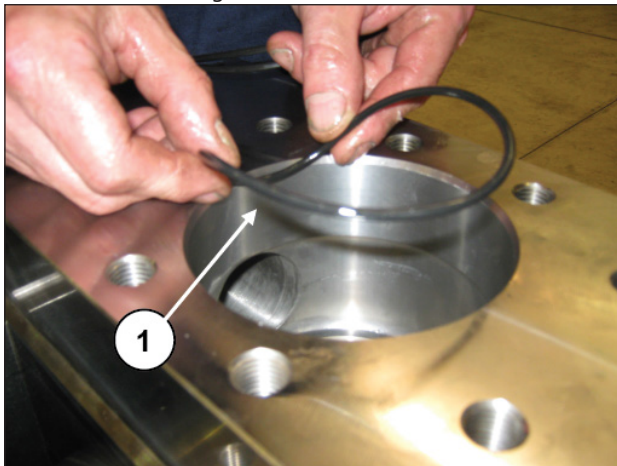

Abb. 188
Setzen Sie den O-Ring ein (Pos. ①, Abb. 188).